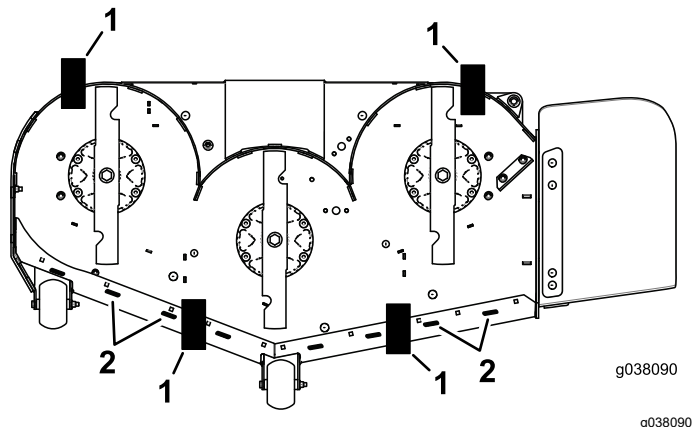

Figure 105
11. Placez une cale (voir le Tableau de hauteur de cale et d'inclinaison) sous le bord arrière de la jupe du tablier de coupe de chaque côté du tablier de coupe (Figure 105).